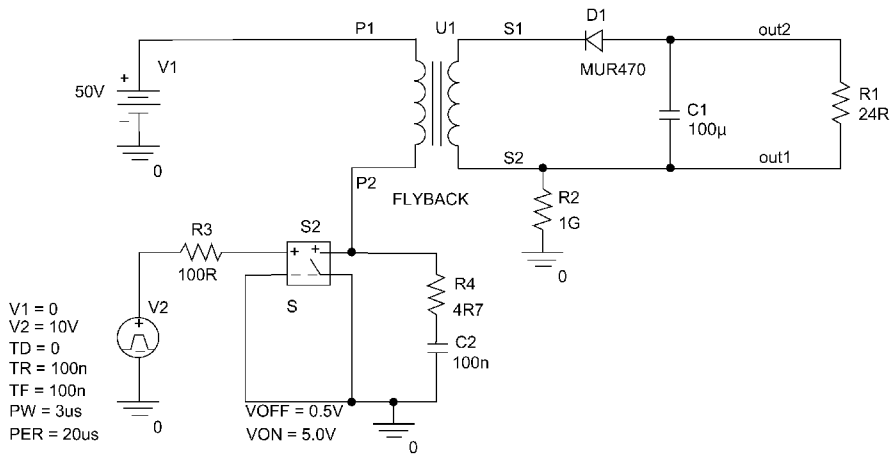

图 21.26 反激变换器电路图
利用图 21.26 所示电路图对反激变换器进行测试。
1. 绘制如图 21.26 所示电路。电压控制开关选自 analog 元器件库，脉冲电压源选自 source 元器件库，二极管选自 diode 元器件库。在项目管理器中选择库文件夹，然后选择 **rmb > Add File** 对新建的 Flyback. olb 变压器元器件库进行添
加。Flyback. olb 元器件库将出现在 Place Part 放置元器件菜单中。按照图 21.26 所示，在电路中放置变压器。